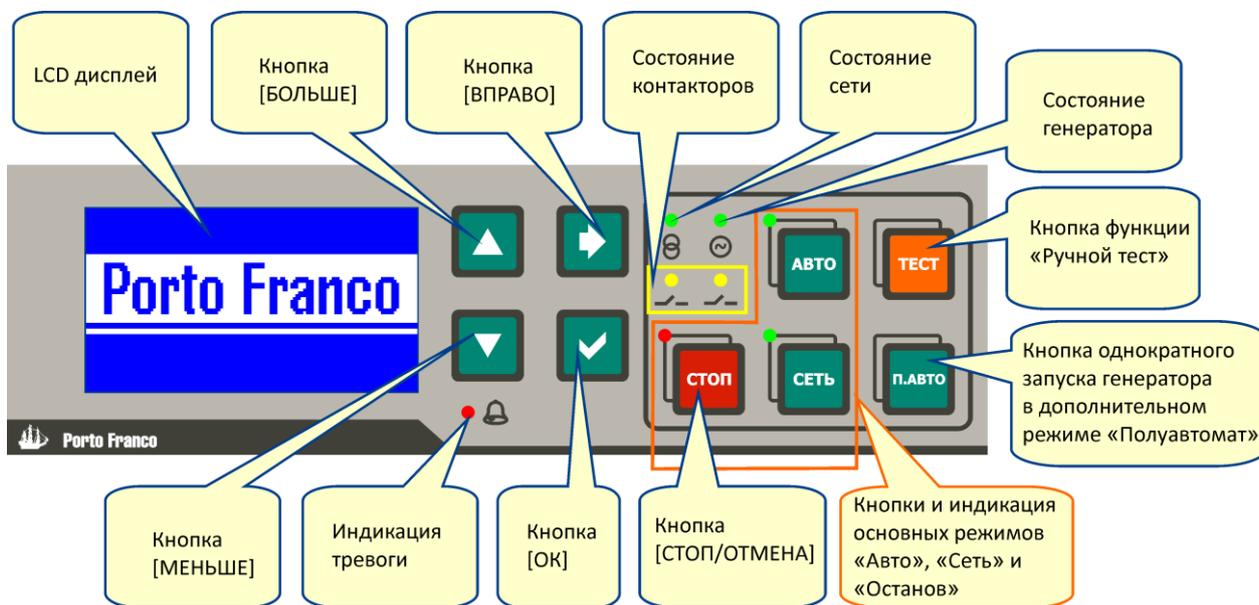

Рис. 5.3. Панель индикации и управления
5.3.1 На передней панели контроллера (рис. 5.3) расположены следующие элементы управления:
5.4.1 На передней панели контроллера (рис. 5.3) расположены следующие элементы индикации: